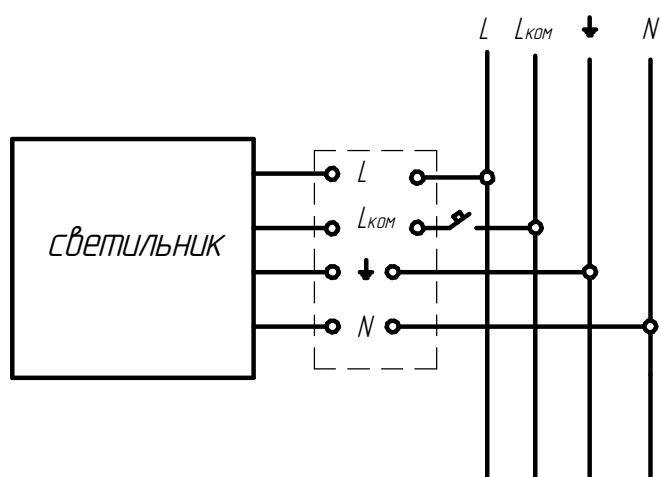

Рисунок 5 - Схема подключения светильника с блоком аварийного питания
5.3.2 Подключение светильника с блоком аварийного питания производить согласно схеме (см. рисунок 5).